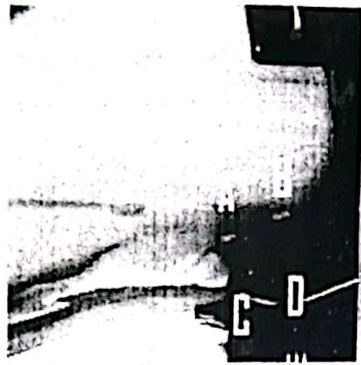

Figura 1.
Coloque el perno (C) del soporte inferior de manija en el orificio inferior (A) de la carcasa. Repetir la misma operación del lado opuesto. (Figura 1)